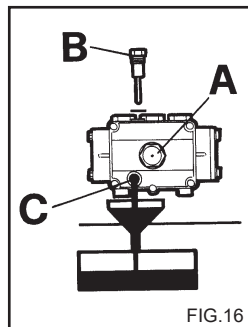

FIG. 16
2) Dévisser le bouchon de la tige de contrôle de niveau (fig. 16).